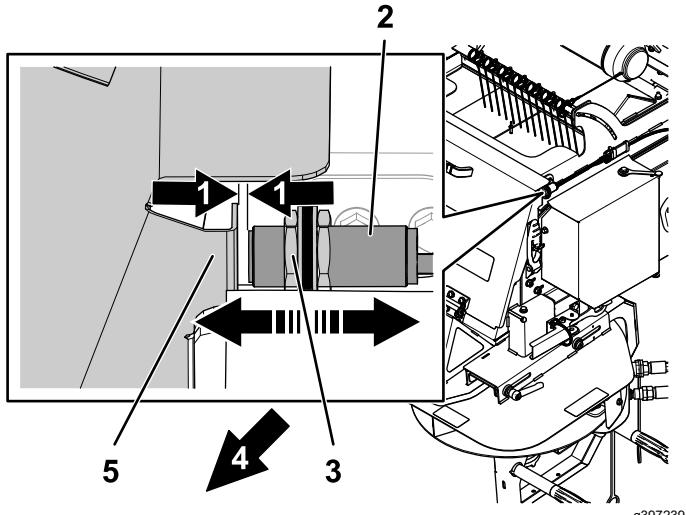

Figura 10
8. Ajustar a folga entre o sensor e a porta da tremonha para 3 mm como se mostra na Figura 10 utilizando as porcas de ajuste. A folga não deve ser superior a 6 mm.